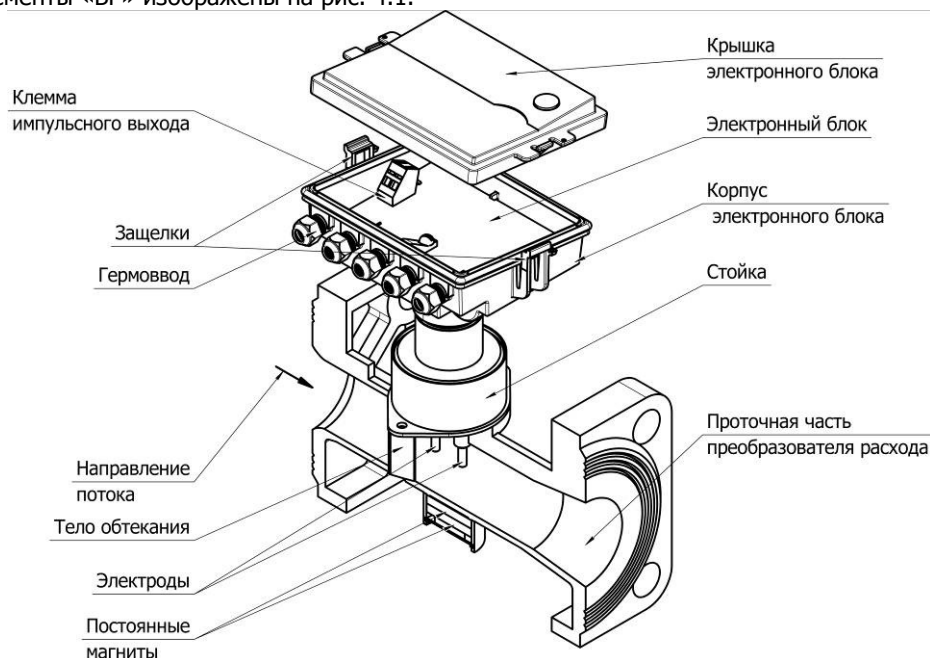

рис. 4.1
4.1 Основные элементы «ВР» изображены на рис. 4.1.